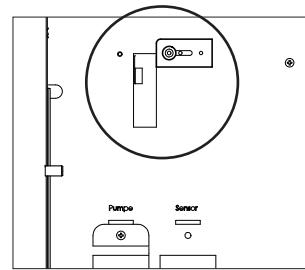

Fig. 6: Övre skyddsplåt i ursprungligt läge
2. Lossa skruven ovanpå skyddsplåten vid microbrytaren. Skjut plåten åt vänster för att täcka microbrytaren, och dra åt skruven igen (fig. 6 &7).